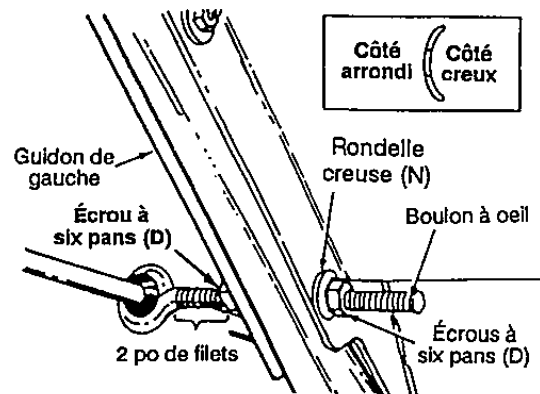

FIGURE 10
3. Filetez un écrou à six pans (D) sur le boulon à oeil de la manivelle de la goulotte jusqu'à ce qu'il reste 2 pouces environ de filets visibles entre l'écrou et la tête du boulon à oeil. Voir la figure 10.
4. Enfoncez le boulon à oeil dans le trou à mi-distance sur le guidon gauche. Maintenez en place avec la rondelle creuse (N) (côté creux contre le guidon, voir la figure 10) et l'écrou à six pans (D).